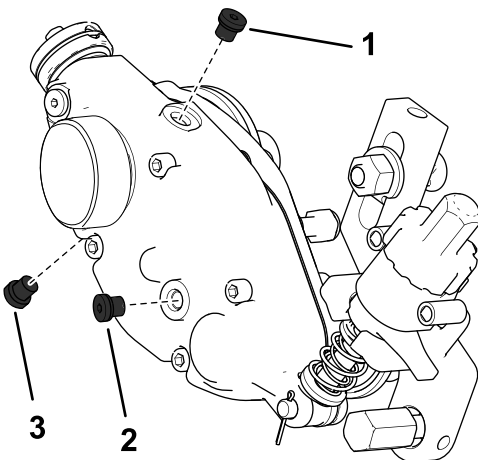

Bild 28
2. Entfernen Sie die Ablassschraube unten am Gehäuse (Bild 28).
3. Entfernen Sie die Füllschraube auf der Gehäusesseite und lösen Sie den Entlüftungsstopfen auf der Oberseite, sodass Luft durchströmen kann (Bild 28).